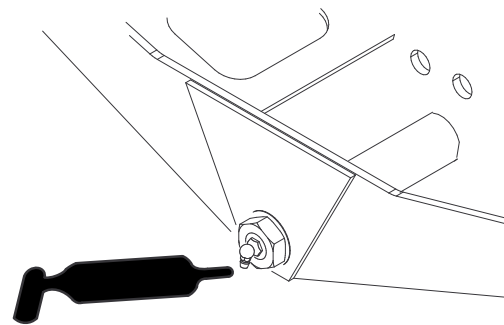

図 35
- ・ アクスルのステアリングピボット (1ヶ所) (図 35)